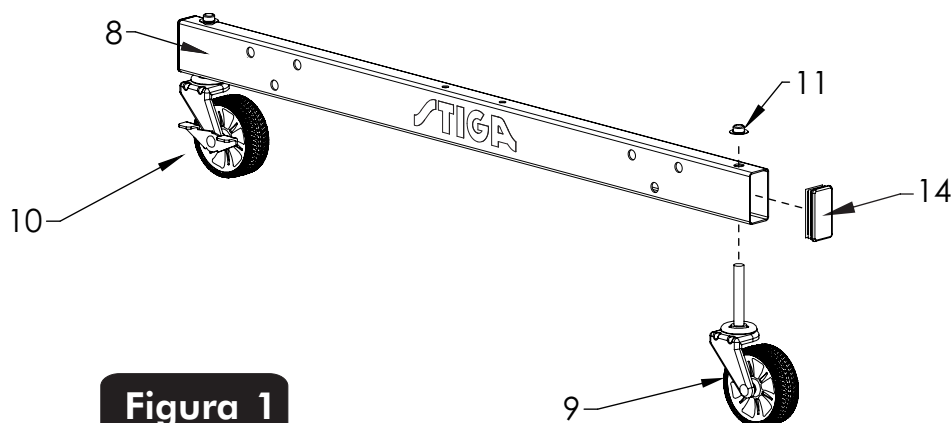

Figura 1
- 1A.** Adjunte las llantas (#9 y #10) a el Carril. Deslice una llanta con seguro (#10) a través de Carril (#8) y asegurela con una Contratuerca (#11) como se muestra en la **Figura 1**. Golpe la Contratuerca (#11) **ligera**mente con un martillo para asegurarla en su lugar. En el otro extremo del carril adjunte una llanta sin seguro (#9). Asegúrese que cada carril tenga una llanta con seguro y una llanta sin seguro. Repita el paso para el segundo Carril.
- 1B.** Inserte los Tapones (#14) al Carril (#8) como se muestra en la **Figura 1**.